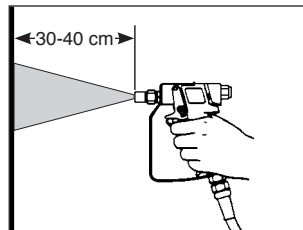

Abb. 8: Spritzabstand
- Achten Sie auf gleichmäßige Geschwindigkeit parallel zur Beschichtungsfläche (siehe Abb. 8).